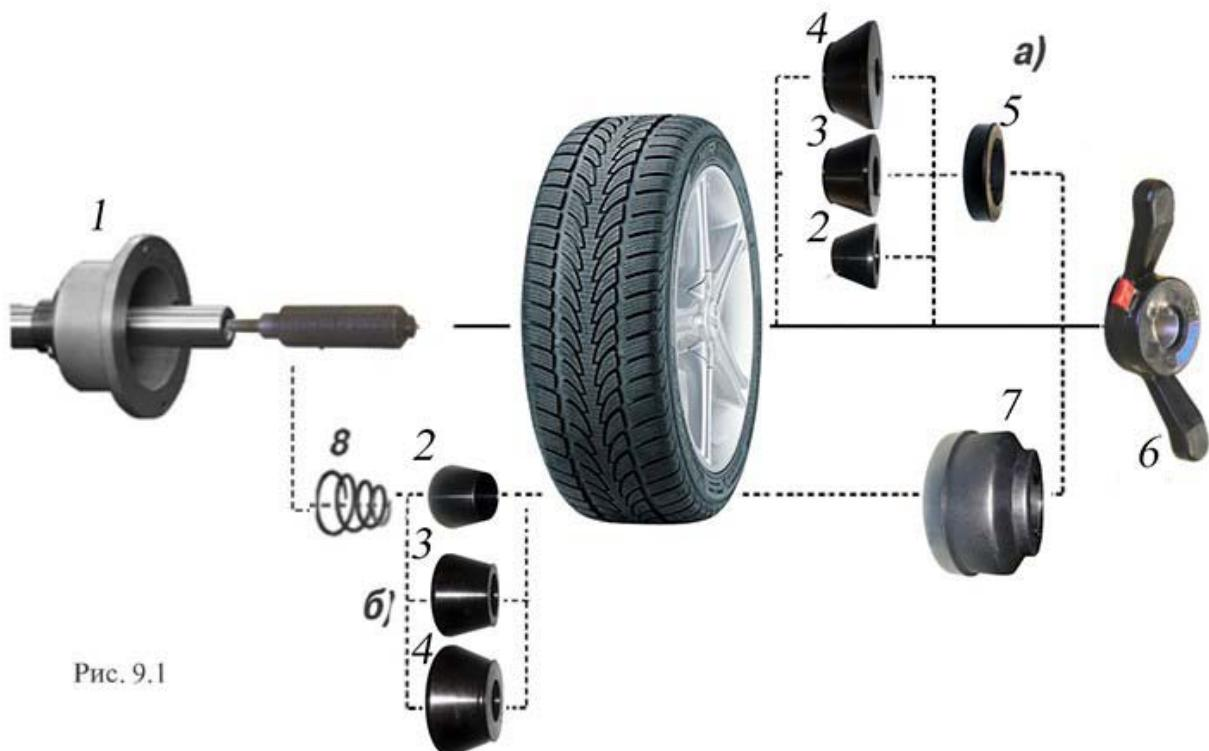

Рис. 9.1
9.2. Колеса легковых автомобилей и легких грузовиков типа "Газель" закрепляются на валу СБ за центральное отверстие обода с помощью конусов и гайки. В зависимости от конфигурации обода конус может быть установлен как с внешней стороны обода (вариант "а"), так и с внутренней (вариант "б") (см. рис. 9.1)